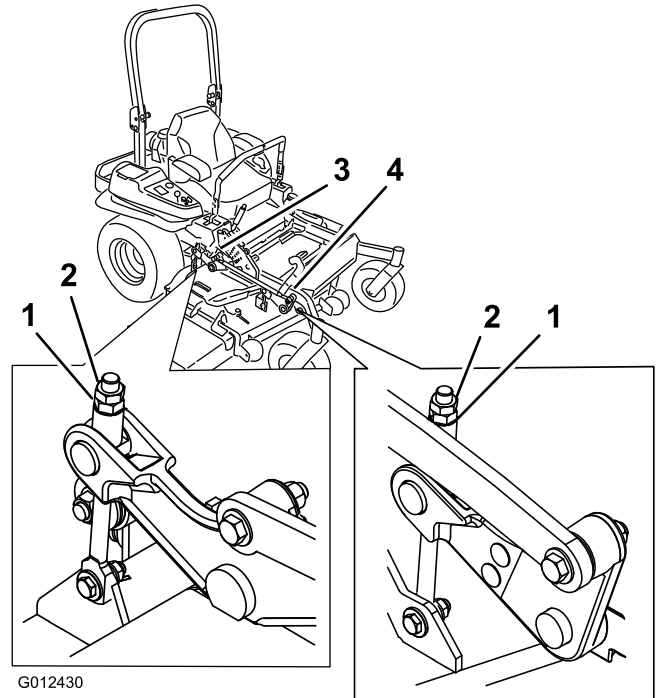

Figura 94
10. Gire la tuerca de ajuste del conjunto de elevación de la carcasa delantera para modificar la altura (Figura 94).
16. Gire la tuerca de ajuste del conjunto de elevación de la carcasa delantera para modificar la altura (Figura 94).